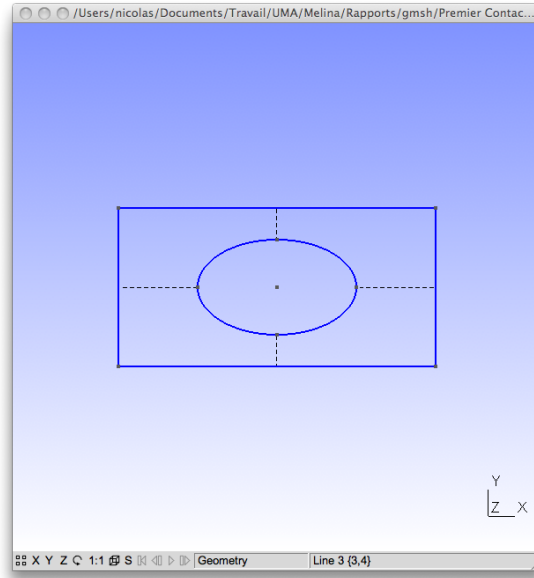

FIGURE 5 – Génération de la surface à mailler.
7. Cliquer sur **e** pour terminer la selection. Des traits en pointillé apparaissent (Figure 5).